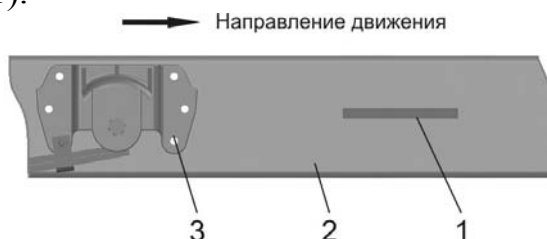
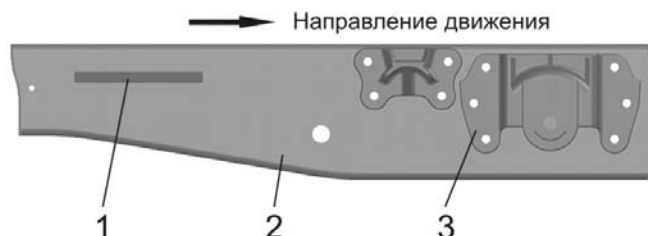

Рис. 1.2. 1 – место нанесения VIN автомобилей с платформой и их шасси; 2 – лонжерон рамы правый; 3 – передний кронштейн задней рессоры
Рис. 1.3. 1 – место нанесения VIN автомобилей с платформой и их шасси; 2 – лонжерон рамы правый; 3 – передний кронштейн задней рессоры
**1.2. Идентификационный номер ТС (VIN) на автомобилях с платформой и их шасси** наносится на правом лонжероне рамы перед передним кронштейном задней рессоры (рис. 1.2, поз. 1) или между кронштейнами задней рессоры (рис. 1.3, поз. 1).